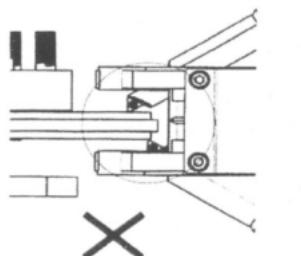

Рисунок 21
4. Двигайте CL-801 по направляющим к центру тормозного диска, до тех пор, пока поперечная линия блока проточки CL-801 не совпадет с продольным сечением тормозного диска (рис.21 и 22). Выставьте блок проточки по центральной линии, или максимум на 2 мм вглубь машины.